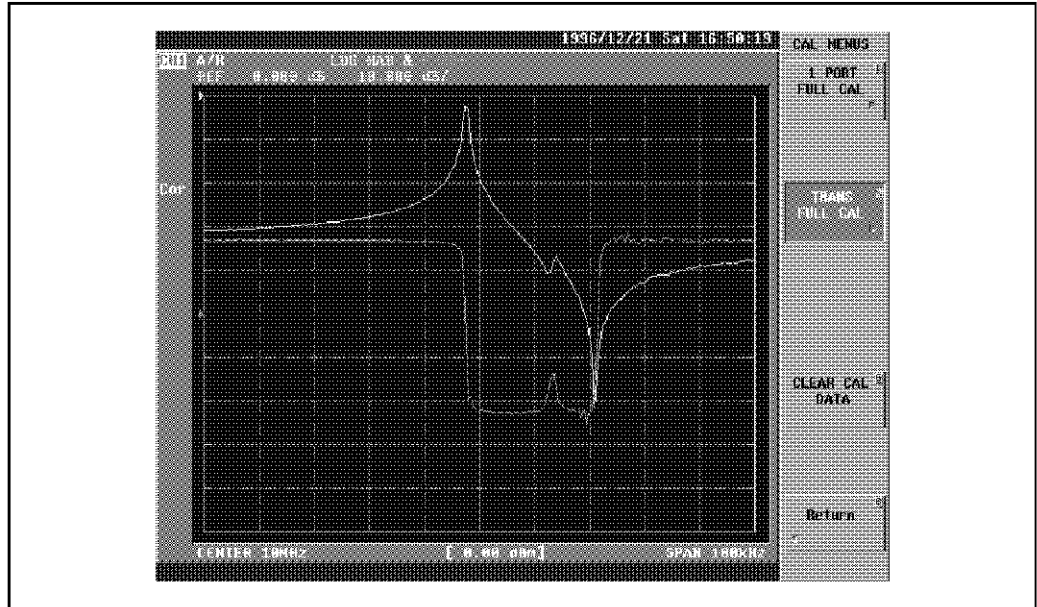

図 3-82 キャリブレーション実行後の測定
- ⑨ {DONE TRANS} を押し、クリスタルを装着すると図 3-82 のようになります。